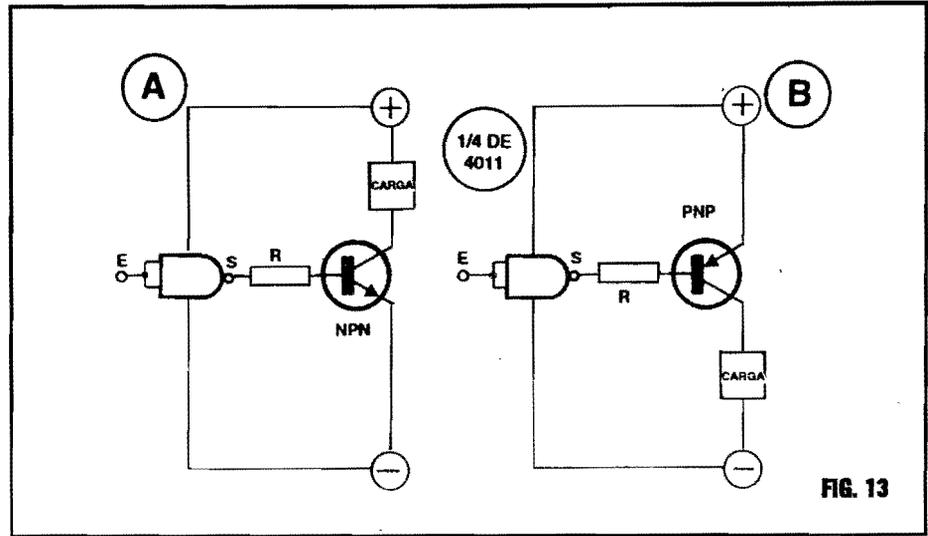

FIG. 13
- FIG. 13- ACIONANDO "CARGAS" SOB MAIORES CORRENTES, A PARTIR DE UMA SAÍDA DE GATE C.MOS... - Nos exemplos da fig. 11, o aproveitamento apenas da Corrente fornecida (ou "puxada"...) diretamente pela Saída C.MOS, obviamente limita muito, em termos de Potência final, as aplicações comandadas... Se quisermos acionar "cargas" que demandem Correntes mais "pesadas", basta recorrermos aos nossos "velhos amigos" amplificadores, os **TRANSÍSTORES BIPOLARES** comuns (já "mais do que estudados"...), conforme exemplificam os dois diagramas, sendo um com unidade NPN e outro com PNP... Em qualquer caso, o terminal de base do transistor é ligado à Saída C.MOS, ou de modo direto, ou com a interveniência de um resistor, cujo valor, tipicamente, situa-se em torno de 10K, mas que pode variar, em função das necessidades de Corrente de base e do ganho do transistor, etc. Em 13-A, a carga será energizada apenas quando a Saída S do C.MOS se apresentar "alta", ficando desenergizada quando a dita Saída apresentar nível digital "baixo"... Em 13-B a situação se inverte, com a carga eletricamente acionada apenas